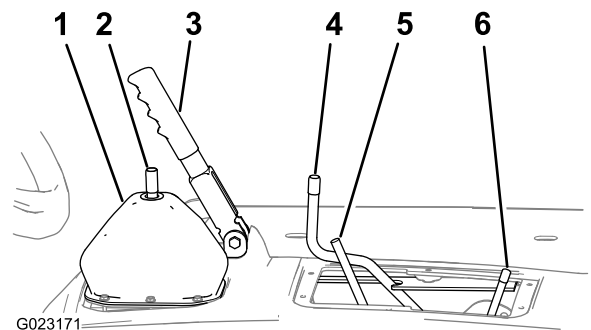

Bild 11
1. Stellen Sie sicher, dass die Feststellbremse aktiviert ist (Bild 11).
2. Bewegen Sie die Stange für die Differenzialsperre nach vorne und rechts (Bild 11).